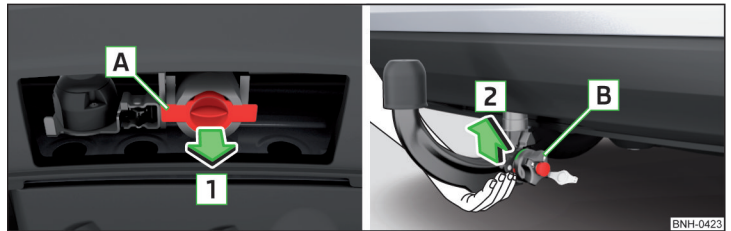

Abb. 214 Abdeckkappe für den Aufnahmeschacht abnehmen / Kugelstange einsetzen
- Zur **Vorbereitung des Einbaus** die Abdeckkappe für den Aufnahmeschacht **A** in Pfeilrichtung **1** abnehmen » Abb. 214.
- Zum **Einbau** die Kugelstange **von unten** fassen » Abb. 214.
Nach dem Ausbau der Kugelstange die Abdeckkappe für den Aufnahmeschacht **A** entgegen der Pfeilrichtung **1** einsetzen » Abb. 214 auf Seite 188.